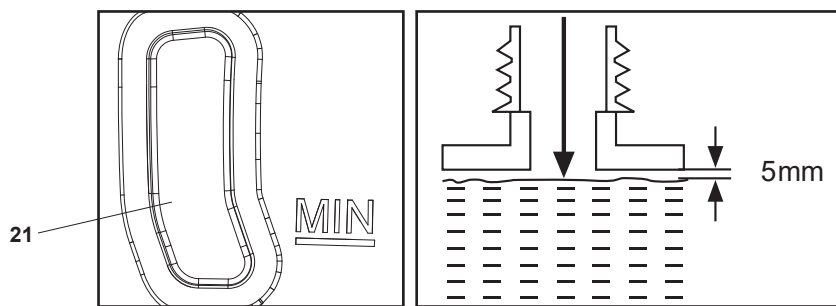

Fig. 10
4. Não deixe o óleo a um nível inferior à marca "MIN" na janela de nível de óleo (21), mas também não encha demasiado, deixando aproximadamente 5 mm de espaço entre o óleo e o rebordo interior do depósito para permitir a expansão (Fig. 10).
5. Verifique a janela de nível de óleo (21) antes do arranque e regularmente durante a utilização. Adicione óleo quando o nível estiver próximo da parte inferior da janela de nível de óleo (21) (Fig. 10).
6. Limpe o lubrificante derramado com um pano macio e volte a colocar a tampa do depósito de óleo (20).